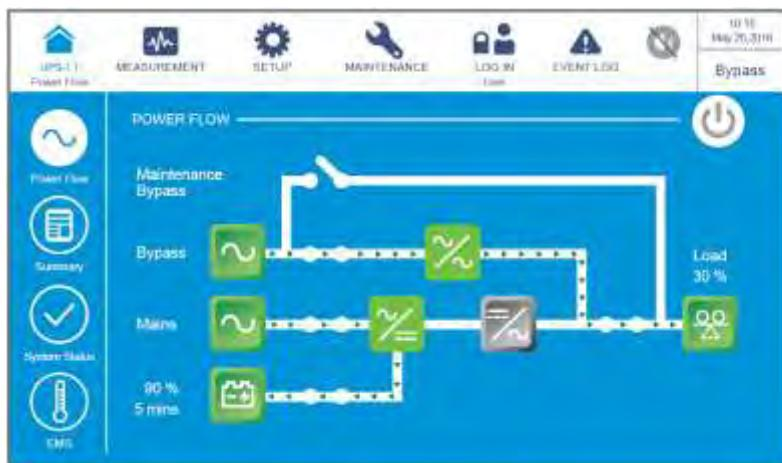

Рисунок 6-47: Экран байпасного режима
- 3) После выбора YES (ДА) ИБП отключит инвертор, прекратит подачу питания со всех силовых модулей и будет осуществлять подачу питания с байпасного источника переменного тока. Если байпасный источник переменного тока работает ненормально, то существует риск прерывания подачи питания, и подключенные важные нагрузки не будут защищены. В этот момент силовые модули продолжают заряжать батареи, трехцветный светодиодный индикатор горит желтым и появляется следующий экран (*Рисунок 6-47*). Расположение трехцветного светодиодного индикатора см. на *Рисунке 2-11*.